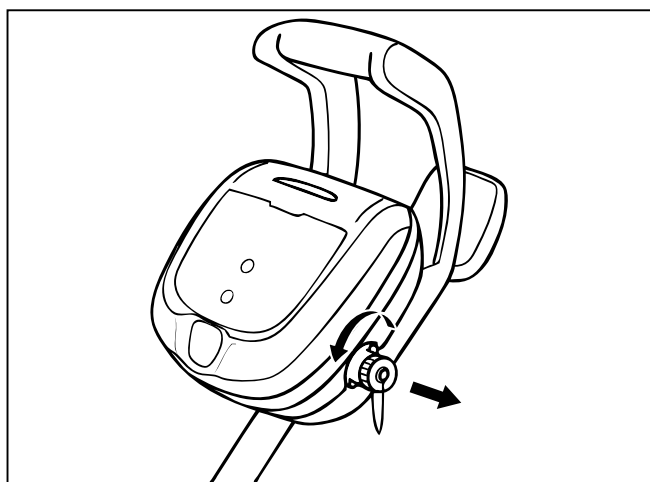

Figure 12. Retirer le capuchon protecteur
1. D visser le capuchon protecteur pour le cordon  lectrique sur le c t  du module de commande en le tournant en sens antihoraire (Figure 12).